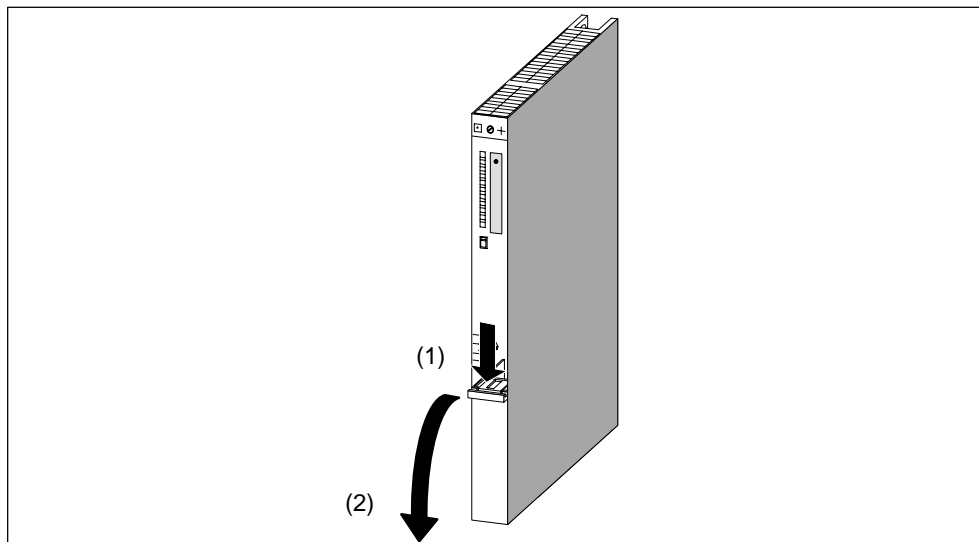

Bild 2-5 Abdeckhaube entfernen
2. Entfernen Sie ggf. die Abdeckhaube der Baugruppe (siehe Bild 2-5).